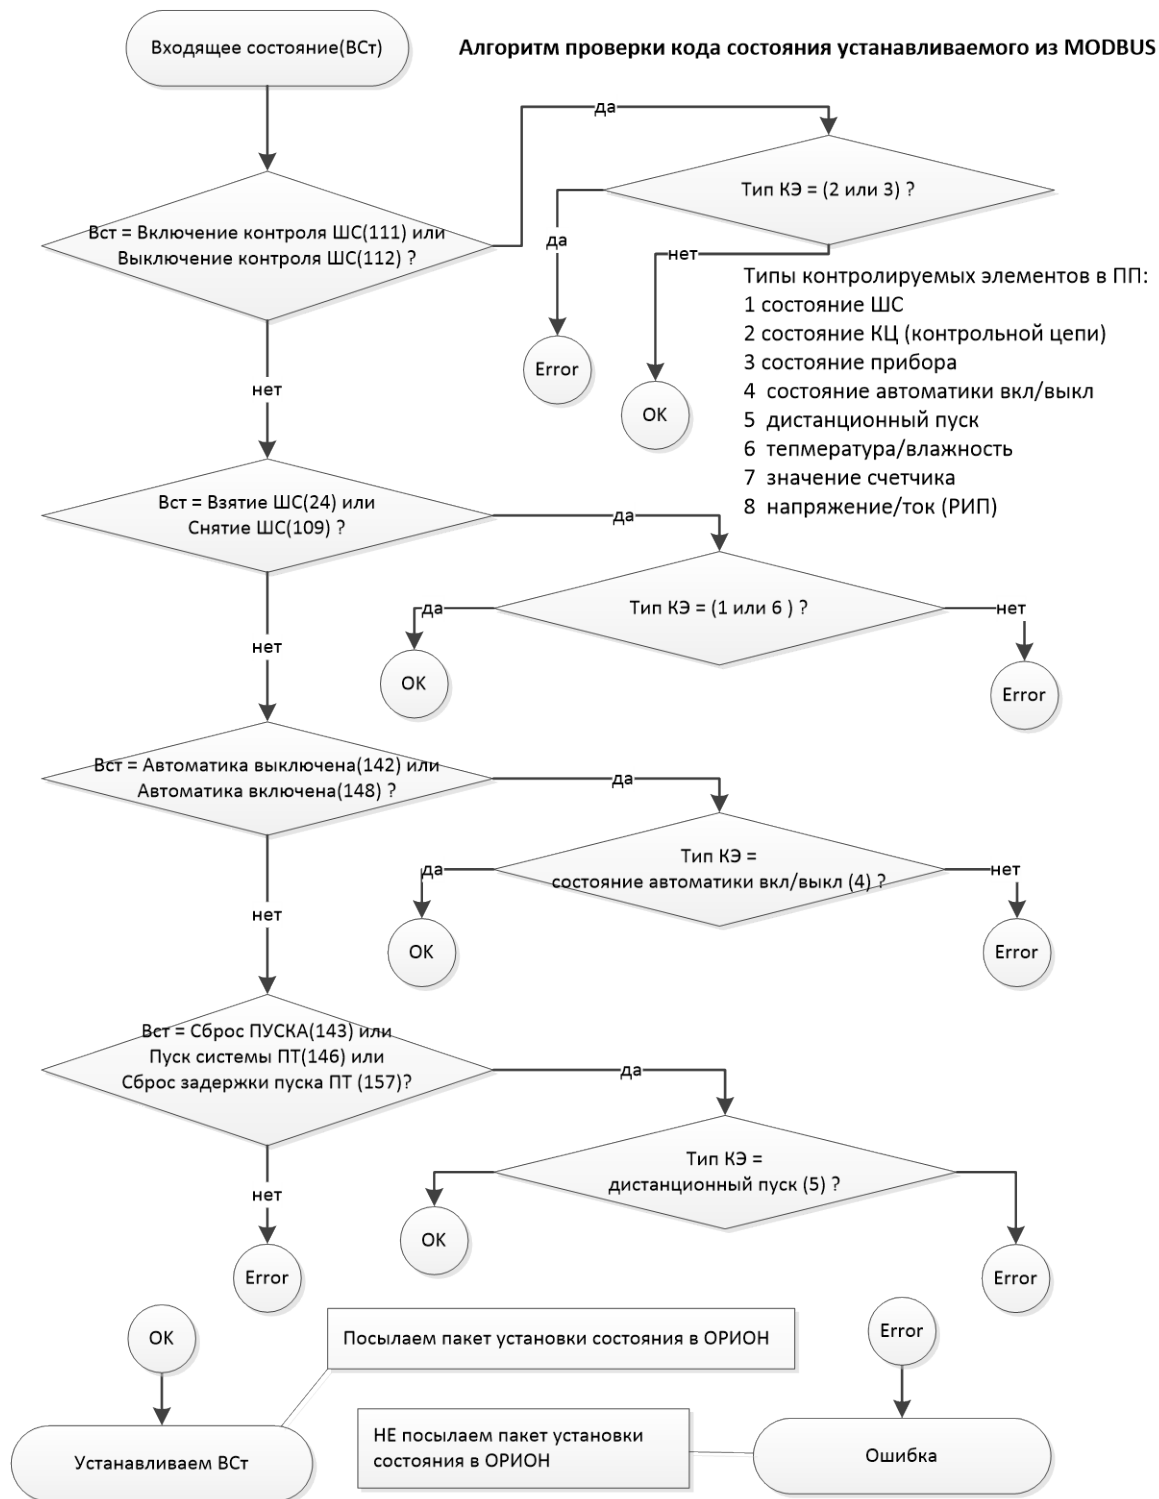

Рисунок 4. Алгоритм управления состоянием зон и разделов MODBUS
При управлении состоянием зон и разделов из MODBUS, «С2000-ПП» использует следующий алгоритм: см. рисунок 4.
- Как видно из рис.4 чтобы управлять состоянием какой-либо зоны нужно назначить ей определенный тип в конфигурации «С2000-ПП». Так, например, включение и выключение контроля ШС невозможно для типов зоны 2 и 3. Тип 3 это состояние прибора, а тип 2 это состояние контрольной цепи т.е. выход. Для зоны прибора включение или выключение контроля ШС невозможно в принципе. А для типа 2 мы, пытаясь включить контроль для выхода, фактически включим его для входа, если в приборе есть ШС с номером 2. Такое поведение также нежелательно.